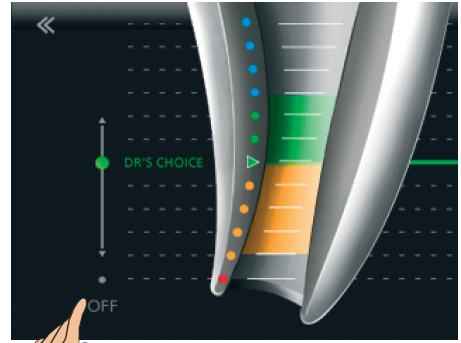

Fig. 25: Toque OFF
• Para cancelar la línea apical DR'S CHOICE, vuelva al menú de Ajustes, seleccione DR'S CHOICE y toque OFF (Fig. 25).